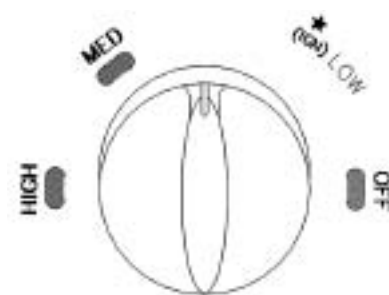

Figura 3 – Perilla de Control del Calentador – RA100NGDGD
5. Presione la perilla de control del calentador y gírela hacia la izquierda a la posición (IGN) LOW (Encendido/Baja) para encender el quemador (vea la Figura 3).